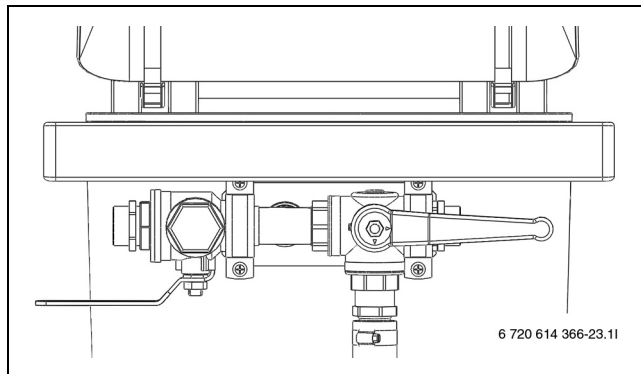

Fig. 16 Påfyllingsstasjon i påfyllingsposisjon
- Still ventilene til påfyllingsstasjonen på påfyllingsposisjon og fyll kretsen med kuldebærervæske (→ fig. 16).